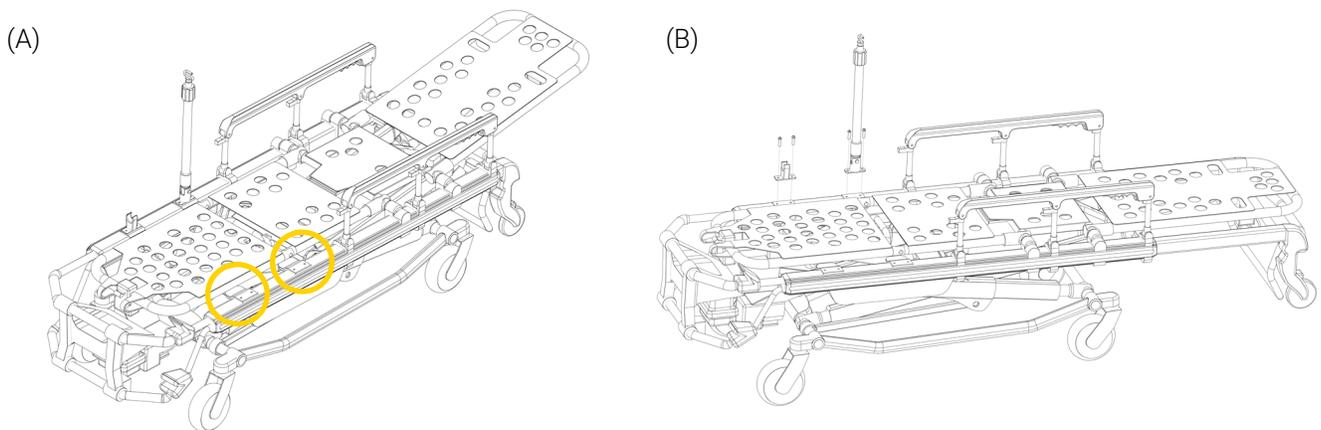

Figure 22: Préparation de la civière
3. Retirer les quatre (4) vis sur le cadre latérale de la civière, côté gauche du patient (Figure 22 A). Les vis ne seront pas réutilisées pour cette installation.
4. Retirer la tige à soluté et son support (Figure 22 B). Ils ne seront pas réutilisés pour cette installation.